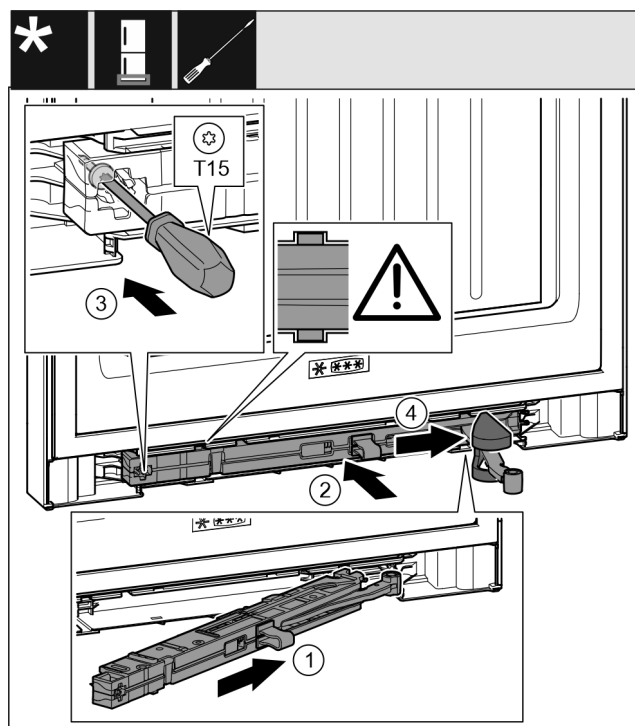

Fig. 45
- ▶ Schließdämpfereinheit auf der Lagerbockseite bis zum Anschlag schräg in die Aussparung einschieben. Fig. 45 (1)
- ▶ Schließdämpfereinheit vollständig in Aussparung schieben. Fig. 45 (2)
- ▶ Schraube mit einem Schraubendreher T15 festschrauben. *Fig. 45 (3)*
- ▶ Abdeckung über Gelenk schieben. *Fig. 45 (4)*